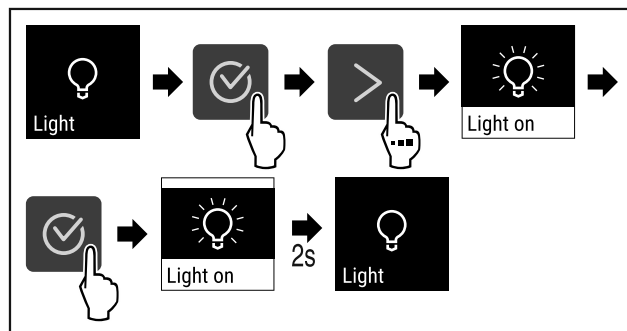

Fig. 68
- ▶ Provedte akční kroky (viz Fig. 68) .